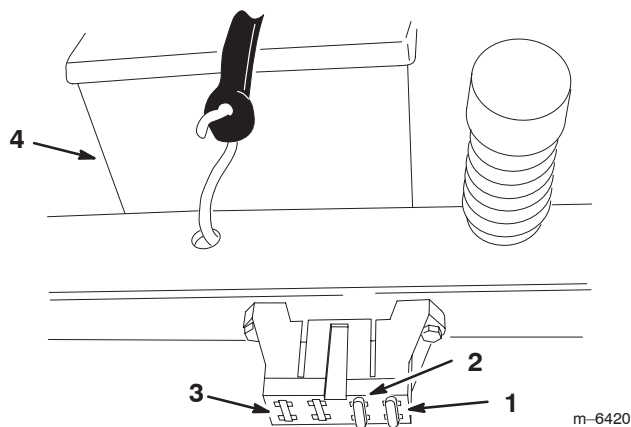

Figure 47
1. Soulevez le siège pour accéder au porte-fusibles (Fig. 47).
2. Pour remplacer un fusible, tirez dessus pour l'enlever (Fig. 47).